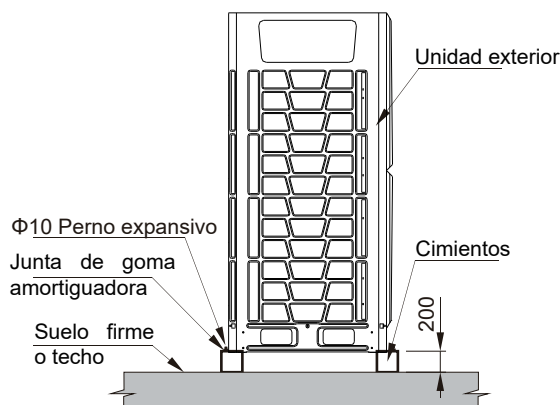

Fig. 3.4 Cimiento
1) La máquina principal debe instalarse sobre un cimiento de cemento firme o una base de hormigón. El cimiento de hormigón se construye según la Fig. 3.4, o se construye con mediciones in situ.